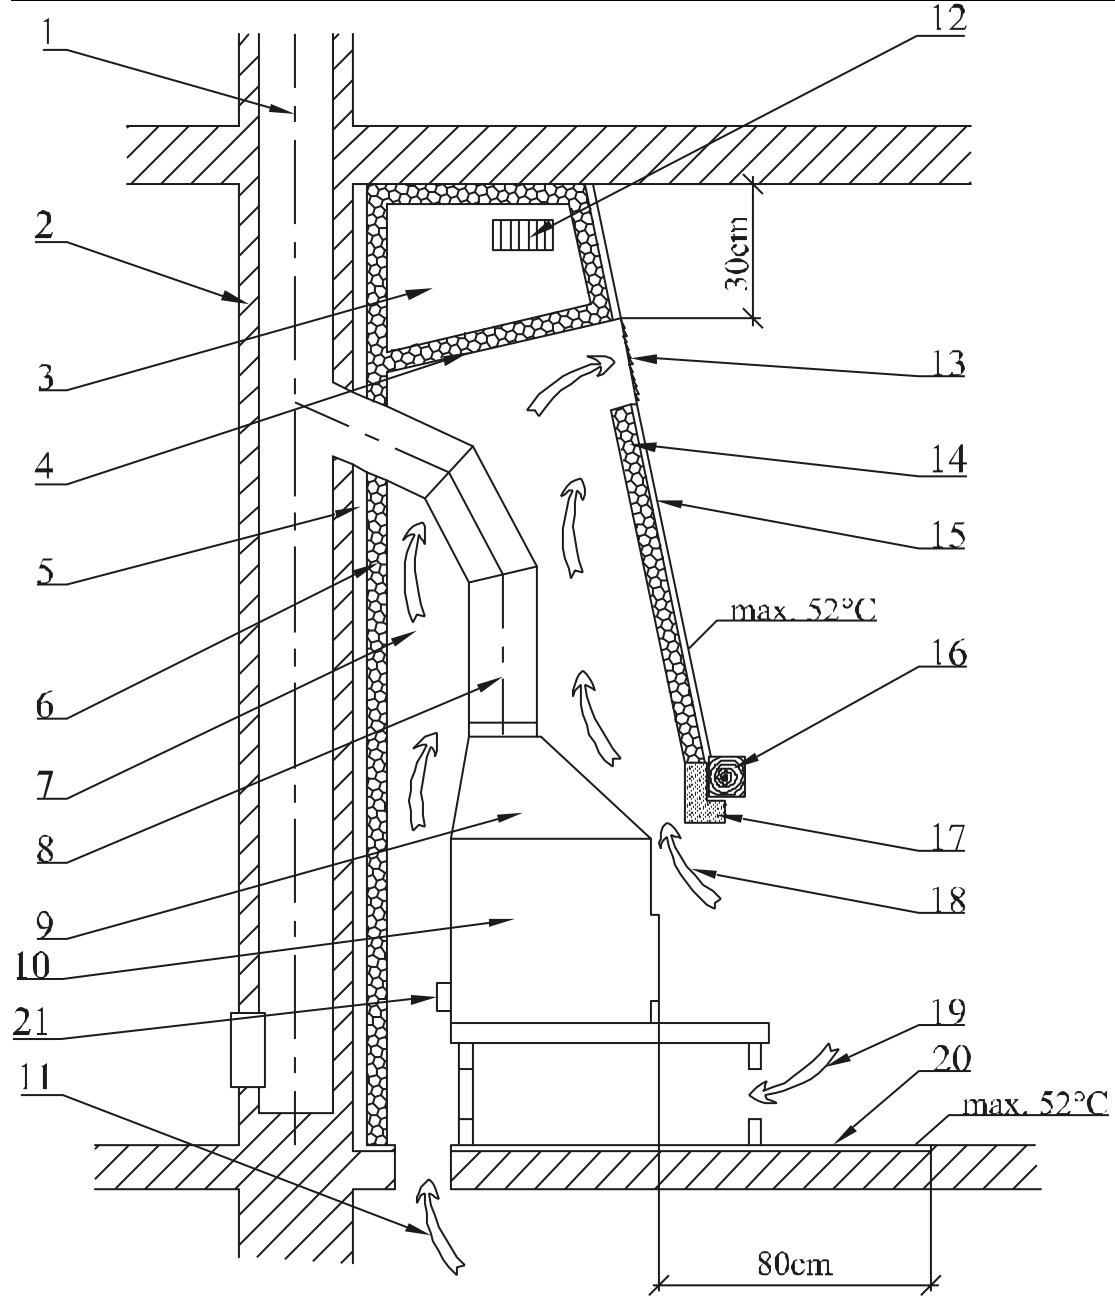

Рис. 2
Безопасное расстояние от косяка двери и подобным способом расположенных строительных конструкций из горючих материалов, а также от трубопроводов, включая их изоляцию, составляет мин. **20 см**. От остальных частей конструкции из горючих материалов – мин. **40 см** (см. рис. 2) согласно **ČSN 06 1008/1997**. Имеются в виду строительные материалы класса **B, C** и **D** согласно **ČSN EN 13501-1+A1/2010** (см. таблицу № 1). Это действительно также для стен, и главным образом, потолков со штукатуркой на горючем основании, например, Латих, Палах и т.п. Если эти расстояния невозможны соблюсти, необходимо предотвратить опасность пожара при помощи строительно-технических мер – негорючая облицовка, теплостойкая изоляция, ширма.
5. Вывод нагретого конвекционного воздуха должен находиться мин. на **30 см** ниже потолка (рис. 2).
6. Над выводом конвекционного нагретого воздуха должна быть негорючая конструкция перекрытия. Ее температура не должна превысить величину **50°C**. Поэтому низ потолка должен быть изолирован от воздействия тепла из камина перегородкой и как минимум одним неполностью закрываемым отверстием с решеткой (рис. 2) или достаточным слоем теплоизоляции.